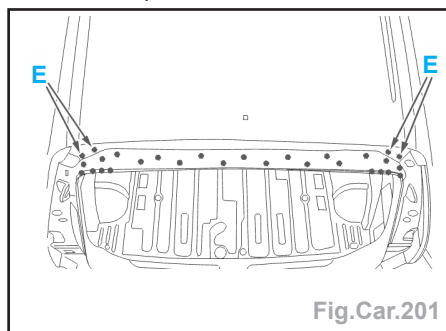

Fig.Car.201
- Souder par points électriques et par points bouchons au MIG (suivant **E**) (Fig.Car.201).